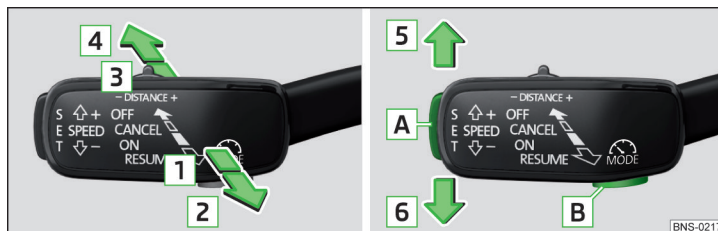

Fig. 273 Elementos de operación del dispositivo de limitación de velocidad (Variante con ACC)
**Vista general del sistema regulador del dispositivo de limitación de velocidad » fig. 273**